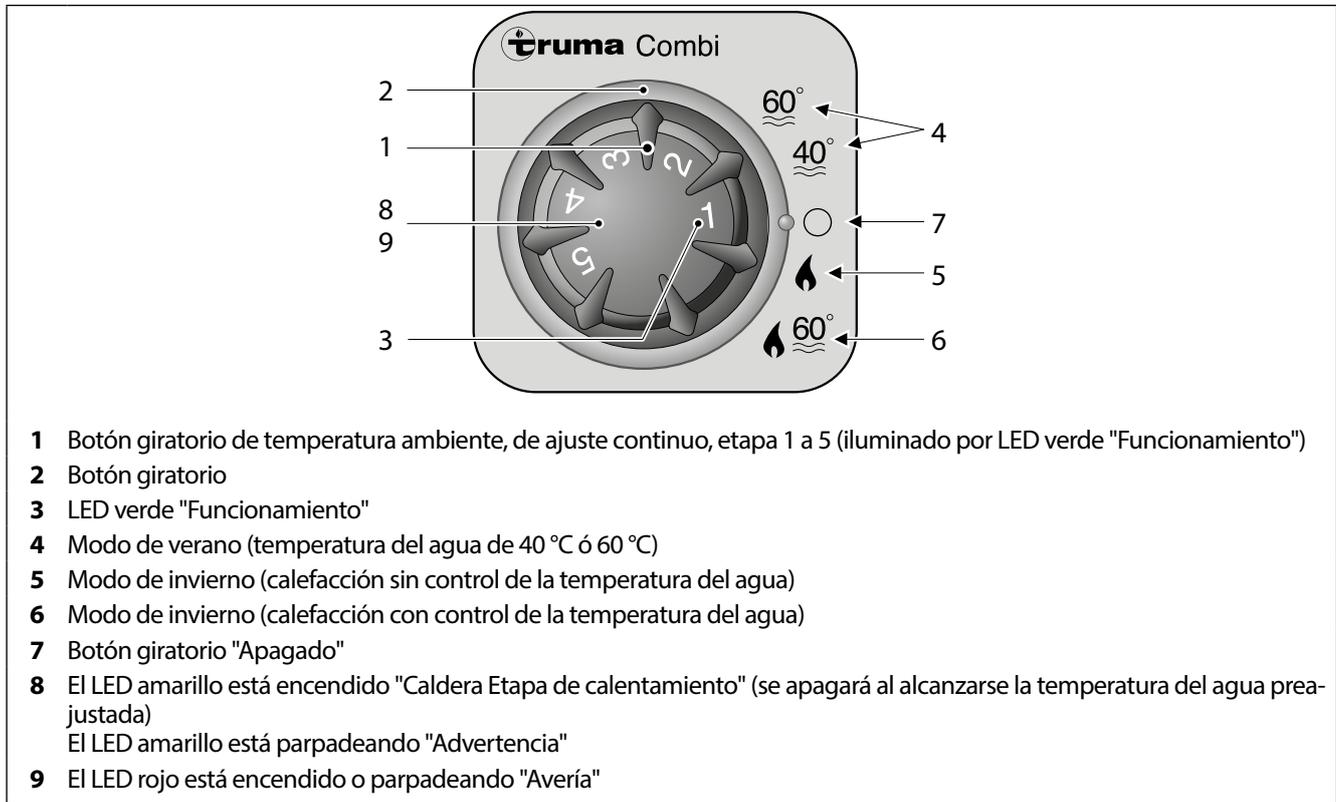

Fig. 58 Unidad de mando CP classic
Al estar uno de los modos de operación activado, estará encendido el LED verde atrás del botón giratorio (Fig. 58, pos. 1).
1. Girar el botón giratorio (Fig. 58, pos. 2) a la temperatura del agua deseada, 40 °C ó 60 °C (Fig. 58, pos. 4).
Cuando se haya alcanzado la temperatura deseada, se apagará el quemador y se apagará el LED amarillo (Fig. 58, pos. 8).
1. Girar la botón giratorio (Fig. 58, pos. 2) a la posición 6.
2. Girar el botón giratorio (Fig. 58, pos. 1) a la posición de termostato deseada, 1 a 5, para la temperatura ambiente.
El LED verde (Fig. 58, pos. 3) estará encendido e indicará la posición de la temperatura ambiente ajustada.
Después de haber alcanzado la temperatura ambiente ajustada, el quemador conmutará al nivel más bajo y el agua en la caldera será calentada a una temperatura de 60 °C. El LED amarillo (Fig. 58, pos. 8) indicará la etapa de calentamiento y se apagará al alcanzarse la temperatura del agua.
1. Girar la botón giratorio (Fig. 58, pos. 2) a la posición 5.
Al estar la caldera llena, el agua se calentará también automáticamente. El LED amarillo (Fig. 58, pos. 8) únicamente estará encendido en caso de temperaturas del agua abajo de 5 °C.
1. Girar la botón giratorio (Fig. 58, pos. 2) a la posición ○ .